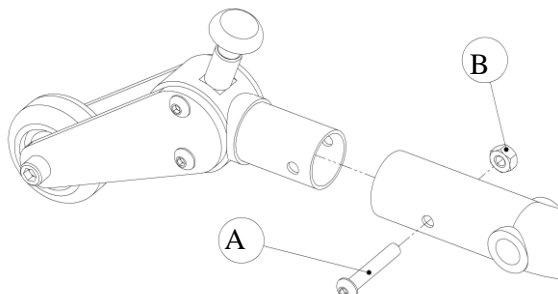

Figure 37 - Installation de l'anti-basculant
1. Insérer l'anti-basculant à l'extrémité du tube latéral de châssis (figure 37);